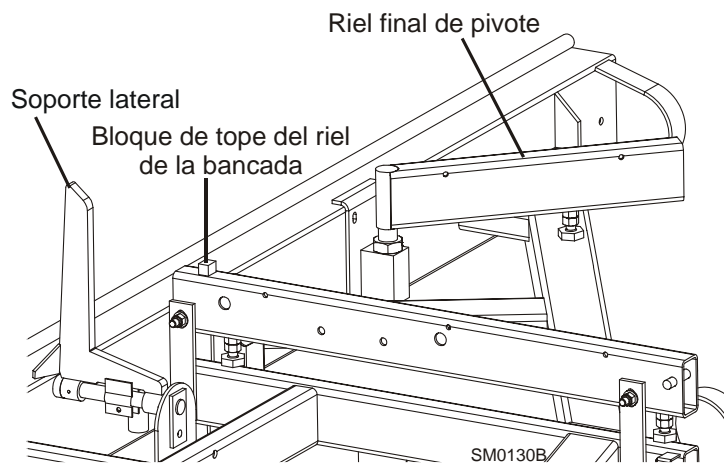

FIGURA 3-4
Vea la Figura 3-4.
5. Para ajustar la ruta de la sierra en las poleas portasierra, use la manija del control de troza que se muestra en la Figura 3-4.